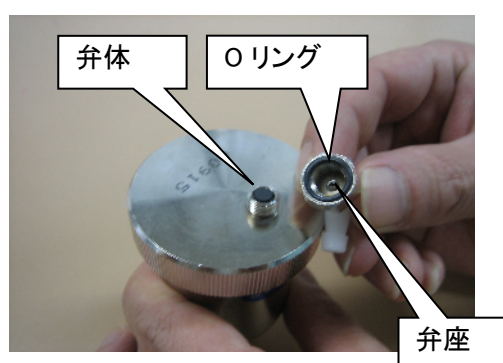

図4
- (4) 弁座を外すことにより、弁体のシール面と弁座が掃除できますのでウエス等で、付着しているスケール・ゴミ等をふき取ります。(図4)